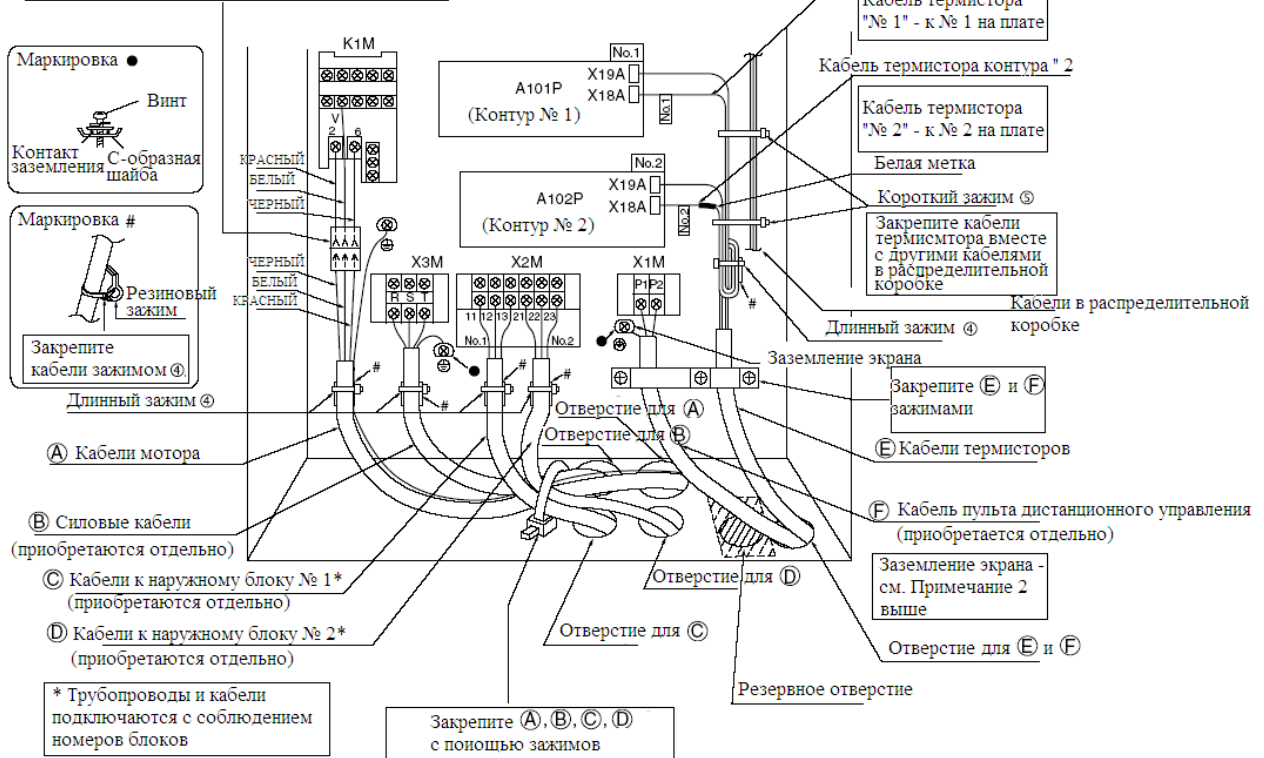

Рис. 15
2. Если для сигнальных линий используются экранированные кабели, экран следует подключить к контакту заземления “” (под винт) внутри распределительной коробки (см. Рис. 15).